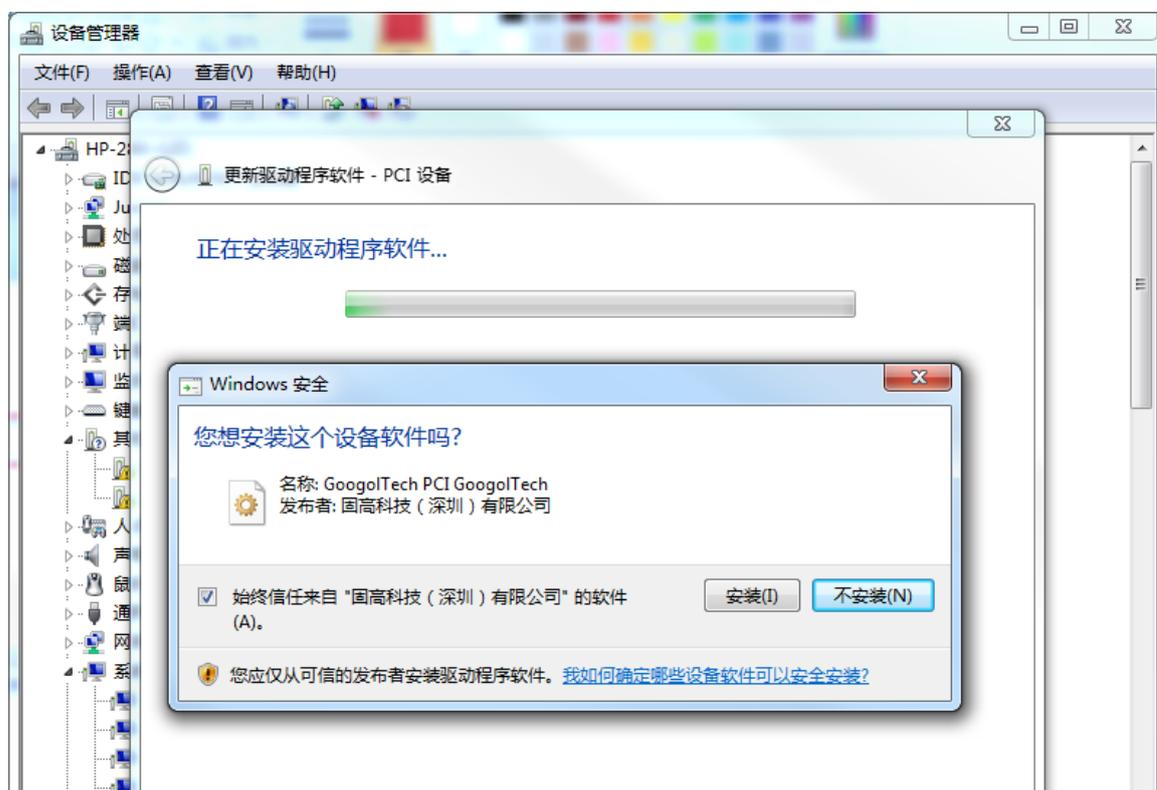

图 2-5 控制器驱动程序安装界面 5
- (7) 如图 2-5 控制器驱动程序安装界面 5 所示, 勾选“始终信任来自”固高科技(深圳)有限公司的软件(A)”, 点击“安装(I)”。